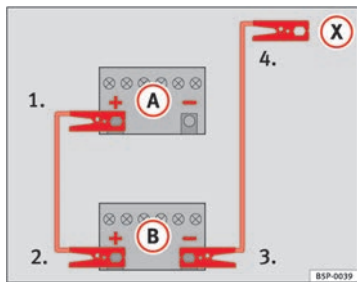

Abb. 182 Schema für das Anklemmen der Starthilfekabel
In \Rightarrow Abb. 182 ist (A) die entladene Batterie und (B) die stromgebende Batterie.
- 1. Klemmen Sie ein Ende des roten Starthilfekabels an den Pluspol \Rightarrow Abb. 182 (+) des Fahrzeugs mit der entladenen Batterie \Rightarrow !A.
- 4. Klemmen Sie das andere Ende des schwarzen Starthilfekabels (X) beim Fahrzeug mit der entladenen Batterie an ein massives, fest mit dem Motorblock verschraubtes Metallteil oder an den Motorblock selbst an, jedoch nicht in der Nähe der Batterie \Rightarrow !A.